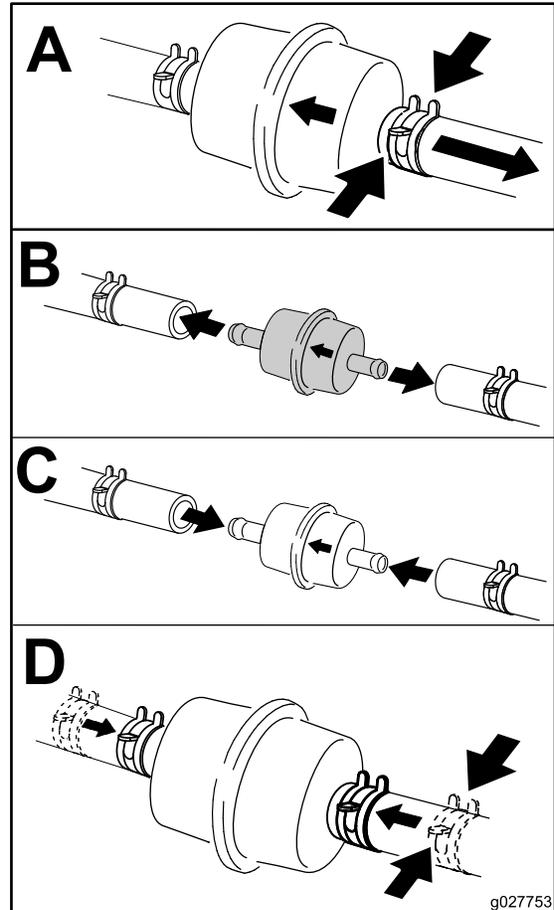

Figura 31
3. Cambie el filtro de combustible como se muestra en Figura 31.